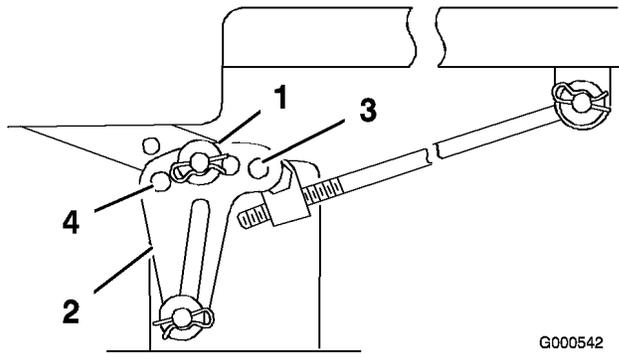
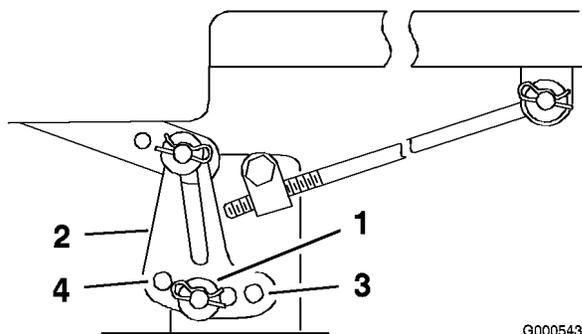

Figura 42
Figura 43
6. Togliete la coppiglia a forcina e la rondella dalla staffa di livellamento (Figura 42).
7. Per livellare la lama (o lame), riposizionate la staffa (o staffe) di livellamento in un foro diverso, e montate la rondella e la coppiglia a forcina. (Figura 42 e Figura 43). Il foro anteriore corrisponde ad un'altezza inferiore della lama, mentre il foro posteriore corrisponde ad un'altezza maggiore. Regolate entrambi i lati come opportuno.